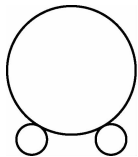

图 3-46 移动变电所
(6) 执行“删除”命令,按图 3-46 所示删除多余的小圆,完成移动变电所的绘制。